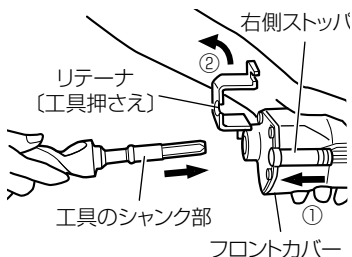

図 3 - 2
- (1) 右側ストッパを矢印①の向きに押し、リテーナ [工具押さえ] を矢印②の向きに回転させます。次に、工具のシャンク部をフロントカバー六角穴へいっぴいにさし込みます。(図 3 - 2)
- (2) 右側ストッパを矢印①の向きに押し、リテーナを元に戻して工具が抜けないようにしてからストッパをはなします。